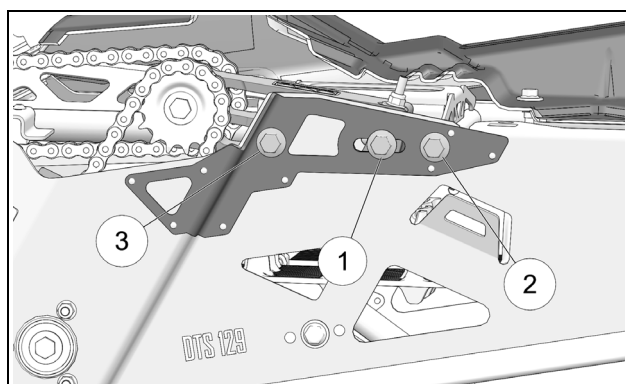

Figure 8
- Resserrer dans l'ordre les boulons de fixation (1), (2) et (3) du tendeur de chaîne à un couple 90 N-m [67 lb-pi]. Voir la Figure 8.